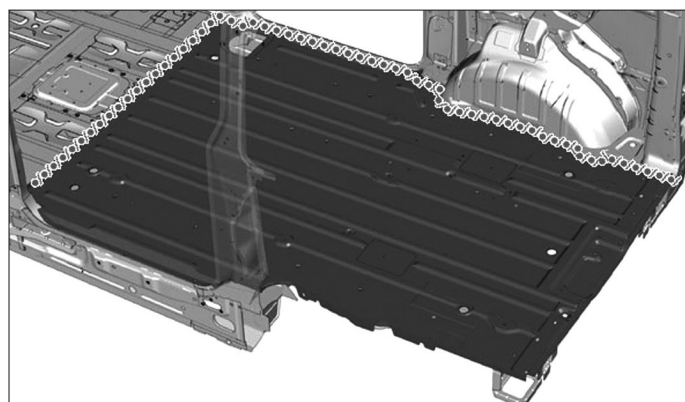

FIG. 96
- Appliquer une couche d'impression phosphatante sur la zone mise à nue (Fig.96)